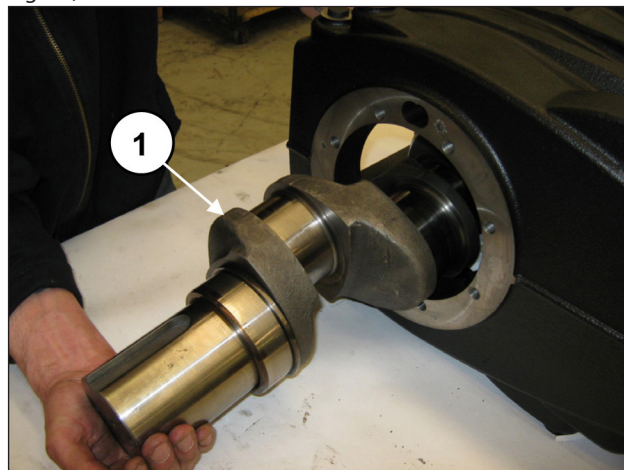

Fig. 31
Extraer el cárter del eje acodado desde el lado del PTO (pos. ①, Fig. 31).